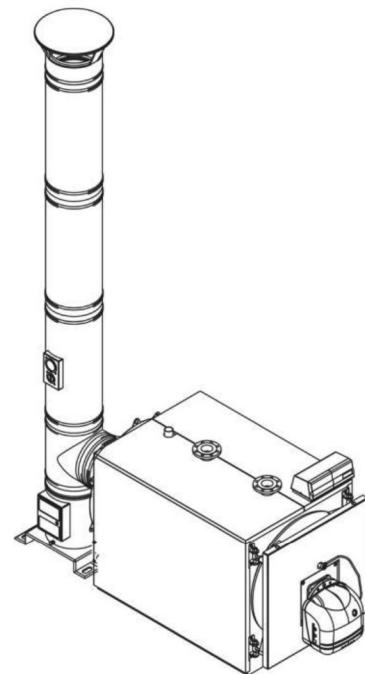

рис.8
5.4 Удаление продуктов сгорания (рис. 8)